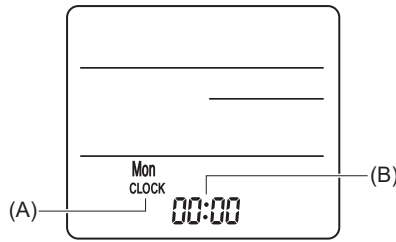

Fig. 6-9
- (1) Fije el soporte del mando a distancia en el lugar deseado con 2 tornillos roscados.
- (2) Coloque el extremo inferior del mando en el soporte.
- (A) Mando a distancia (B) Pared (C) Panel de visualización (D) Receptor
3) Configuración (Ajuste del reloj) (Fig. 6-9)